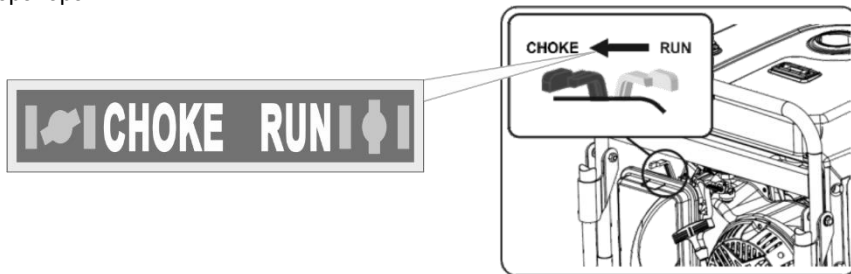

Рисунок 6. Положення важеля повітряної засувки
2. У випадку, якщо здійснюється запуск холодного двигуна або якщо температура повітря нижче $+15^{\circ}\text{C}$, закрийте повітряну засувку карбюратора, перемістивши важіль засувки (1) до упору вліво у положення «ПУСК» (див. рисунок 6). За умови такого положення повітряної засувки відбувається збагачення паливної суміші у карбюраторі, що забезпечує полегшений пуск двигуна. Під час запуску теплого двигуна або коли температура повітря вище за $+15^{\circ}\text{C}$, збагачення паливної суміші, як правило, не потрібне. У тому випадку, коли двигун встиг частково охолонути, може знадобитися часткове збагачення паливної суміші - часткове відкриття повітряної засувки карбюратора.